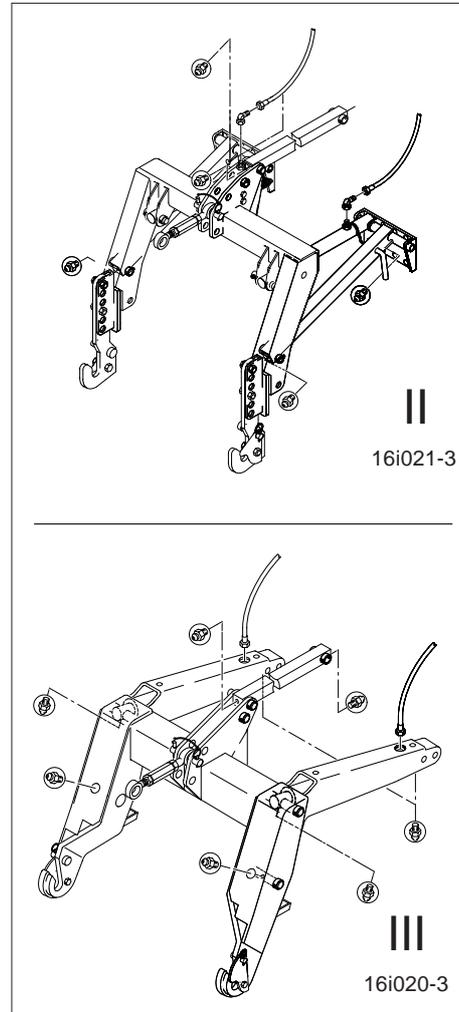

Fig. 19.14
- Les 6 ou 8 graisseurs (fig. 19.14) du "Portacourt" AMAZONE.